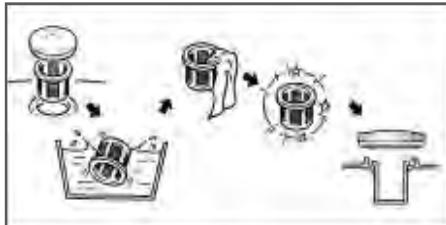

Рис.23
При необходимости вынимайте сетчатый фильтр из бака и производите его очистку (Рис. 23).
Рис. 23 Обслуживание фильтра заливной горловины топливного бака. Через каждые 300 часов работы необходимо производить очистку топливного бака от грязи и конденсата. Одновременно с очисткой топливного бака необходимо проверять и очищать фильтр 4, установленный внутри бака (Рис. 22). Поврежденный или сильно загрязненный фильтр необходимо заменить.
3. Выкрутите из топливного бака выходной штуцер и произведите его очистку (Рис. 23). Внимательно осмотрите сетчатый фильтр. При обнаружении механических повреждений замените штуцер топливного бака.